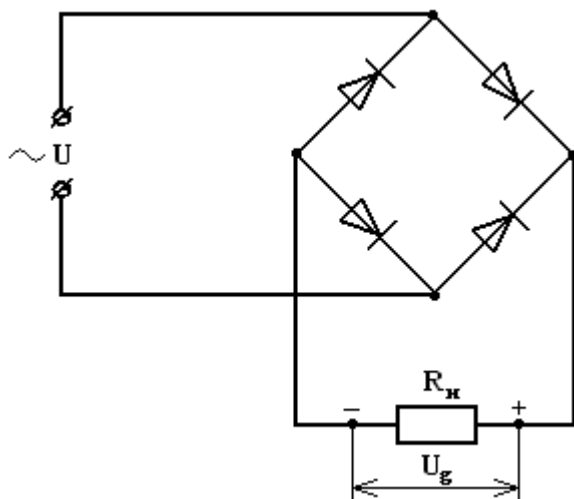

Рис.1
5. Составляем схему мостового выпрямителя (рис.1). В этой схеме каждый из диодов имеет параметры диода КД202Н; $I_{доп.} = 1 \text{ A}$; $U_{обр} = 500 \text{ B}$.